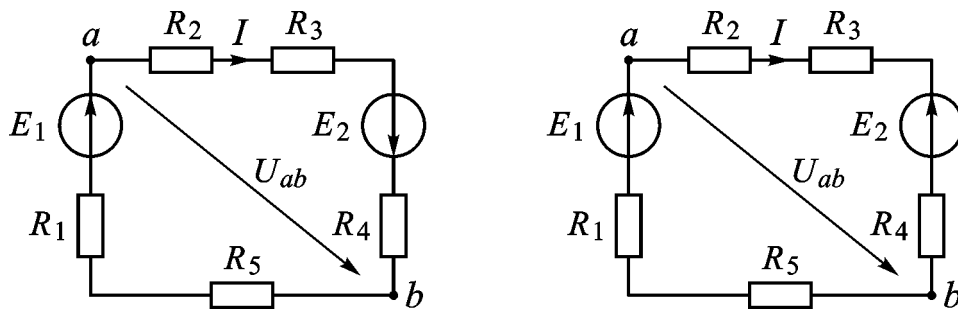

Рис. 3
2.1. Для схемы рис. 3, в соответствии с данными своего варианта, при согласном и встречном включении источников ЭДС  $E_1$  и  $E_2$  определить по закону Ома: ток  $I$  в цепи, напряжения  $U_{R_1}$ ,  $U_{R_2}$ , ... на элементах цепи, напряжение между точками  $ab$  –  $U_{ab}$ . Результаты расчета записать в таблицу 3. Проверить результаты по ЗНК для контура.
3.1. Собрать схему (рис. 3) согласного включения ЭДС  $E_1$  и  $E_2$ . Установить заданные значения элементов схемы  $E_1, E_2, R_1 \dots R_5$ .
3.2. Собрать схему (рис. 3) встречного включения ЭДС  $E_1$  и  $E_2$ . Измерить ток в цепи и напряжения на элементах. Результаты измерений записать в таблицу 3. Сравнить их с расчетными значениями.